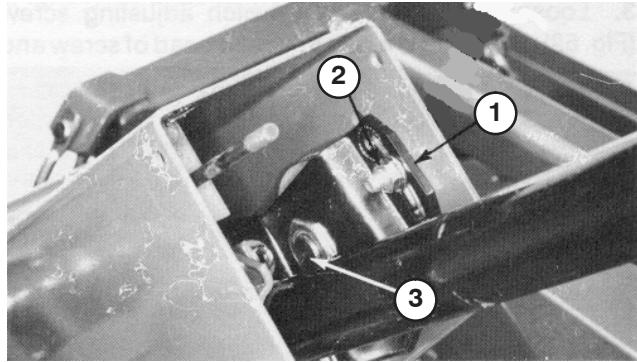

Bild 64
1. Nehmen Sie das Handrad von der Feststellbremse und die Schrauben von der Lenksäulenabdeckung ab. Schieben Sie die Abdeckung auf die Lenkrolle, um die Schwenkhalterung freizulegen (Bild 64).
2. Lösen Sie die kleine Mutter, drehen Sie die Schwenkhalterung, bis die große Mutter darunter fest angezogen ist (Bild 64). Ziehen Sie die kleine Mutter wieder an.